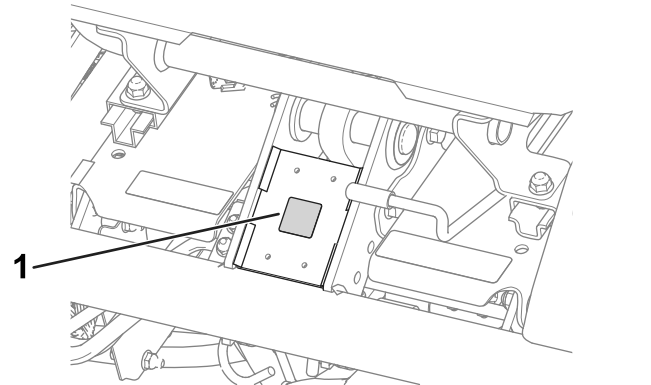

Figura 11
- Applicare l'adesivo di marcatura CE (n. cat. 93-7252) sul telaio sotto la parte anteriore del sedile (Figura 11).